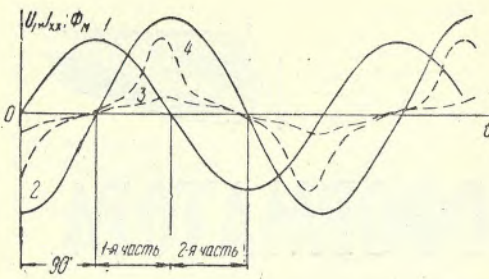

Рис. 2. Кривые напряжения потока и тока холостого хода
В трансформаторе изменить силу тока в обмотке 1 стремится переменное напряжение питающей сети, изменяющееся по величине и направлению. На рис. 2
Зная индукцию стали B_m , нетрудно построить кривую зависимости тока холостого хода $I_{x,x}$ от времени t . На рис. 2 эта кривая (3) построена для случая работы трансформатора с индукцией около 13 000 гс для стали Э-320. Форма кривой в этом случае немного отличается от синусоиды. Ток холостого хода почти совпадает по фазе с магнитным потоком и, следовательно, как и поток, отстает от напряжения по фазе на угол около 90° .